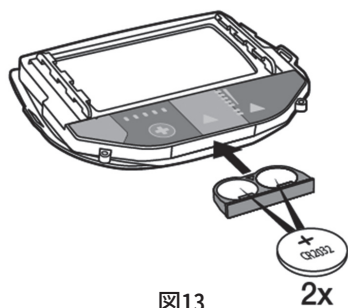

図13
2. 新しい電池（CR2032 × 2 個）をバッテリーホルダーに入れてください（図13）。